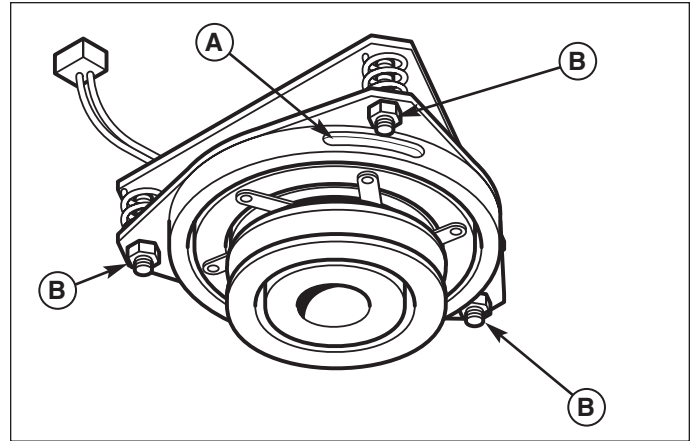

Figure 24. Réglage de l'embrayage de la PDF
2. Voir la figure 24. Noter la position des 3 orifices de réglage (A) situés sur le côté de la plaque de freins et les écrous de réglage à filetage autofreinant (B).
4. Serrer alternativement les écrous de réglage (B, figure 24) jusqu'à ce que la face du rotor et la face de l'induit entrent juste en contact avec la jauge.